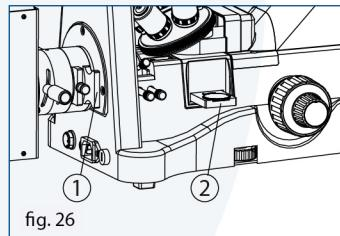

fig. 26
(Fig. 26) El kit de polarización simple incluye el polarizador (1) y el analizador giratorio de 360° (2)
1. Monte el polarizador y el analizador giratorio de 360° (2) según 6.8 y 6.9 (Cuando utilice el polarizador, retire el filtro de color)